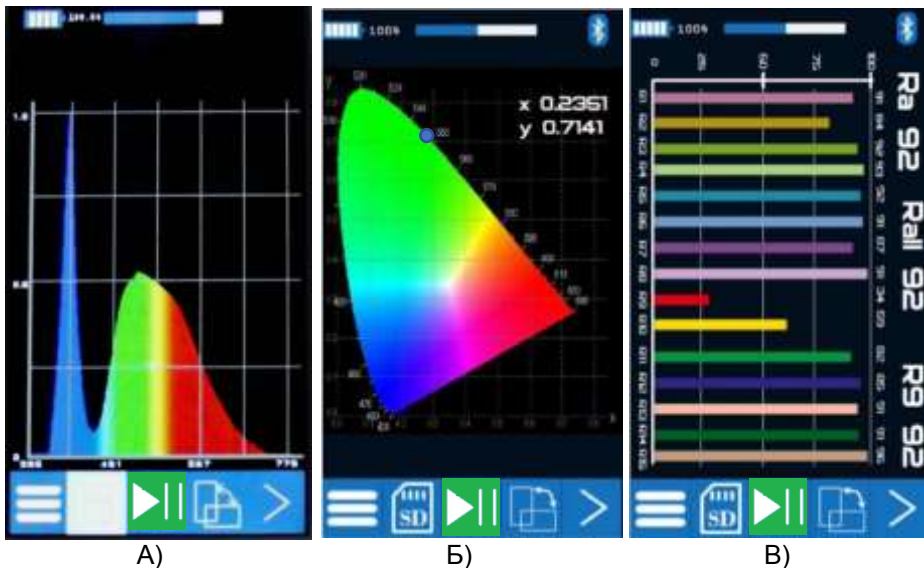

Рисунок 6 – ГРАФИЧЕСКИЕ ЭКРАНЫ
- 2) график спектрального распределения (Рис. 6 А);
- 3) цветовой график системы МКО (Рис. 6 Б);
- 4) гистограмма цветопередачи (Рис. 6 В).
Смена экранов производится кратковременным нажатием на кнопку СЛЕДУЮЩИЙ ЭКРАН (5, Рис. 6). Перечень графиков, которые отображаются на дисплее спектрорадиометра (Рисунок 6):
При работе на графических экранах кнопка ПОВОРОТ  (4, Рис. 6) позволяет развернуть изображение графика на экране на 90 градусов.
Питание спектрорадиометра осуществляется от встроенной аккумуляторной батареи 3,7В. Уровень заряда аккумулятора отображается в виде символа в верхней левой части дисплея спектрорадиометра и числового значения в процентах (см. Рис. 6). Если после включения или во время работы спектрорадиометра увидите низкий уровень заряда (менее 5%), поставьте спектрорадиометр на зарядку, подключив к спектрорадиометру через разъём micro USB запитанный адаптер питания или внешний аккумулятор. Для заряда аккумуляторной батареи следует использовать зарядное устройство с выходным напряжением 5В ( $\pm 5\%$ ) и током не менее 0,5А. Заряд аккумуляторной батареи следует производить при окружающей темпе-